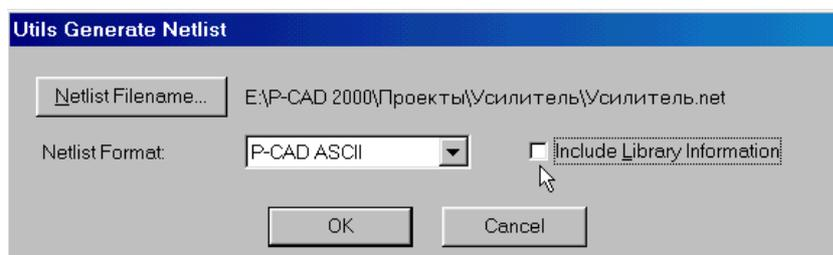

Рис. 6-35. Выбор формата списка цепей
2) На панели **Utils Generate Netlist** (см. рис. 6-35) в окне *Netlist Format* (формат списка цепей) выберите формат P-CAD ASCII.